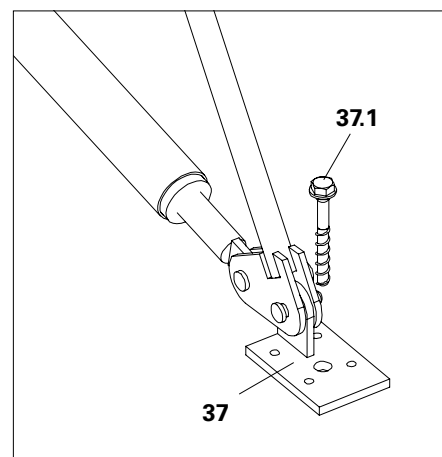

Fig. A8.01c
Fissare la piastra base idonea (37) per bracci e puntelli di stabilizzazione, ad esempio con viti di ancoraggio PERI 14/20x130 (37.1). (Fig. A8.01c)
Fissare bracci e puntelli di stabilizzazione con perni e inserti a molla. (Fig. A8.01c)